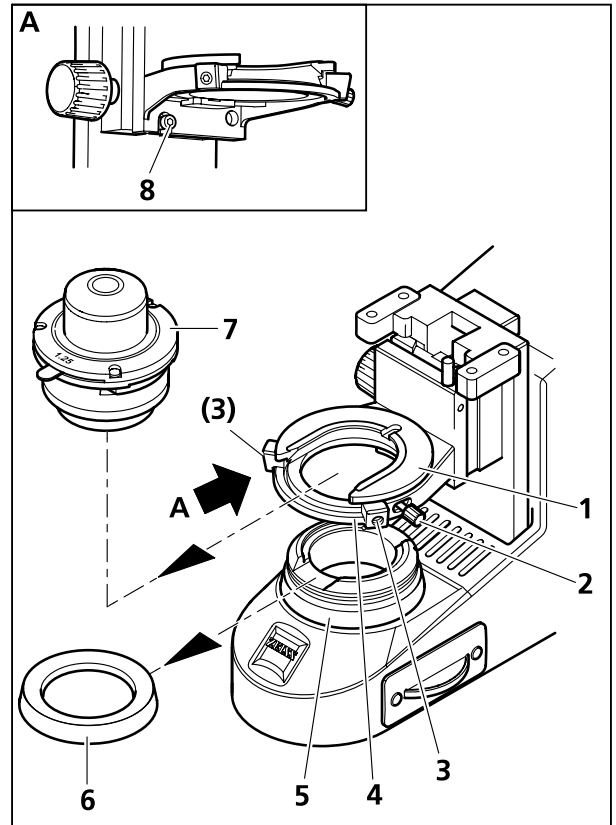
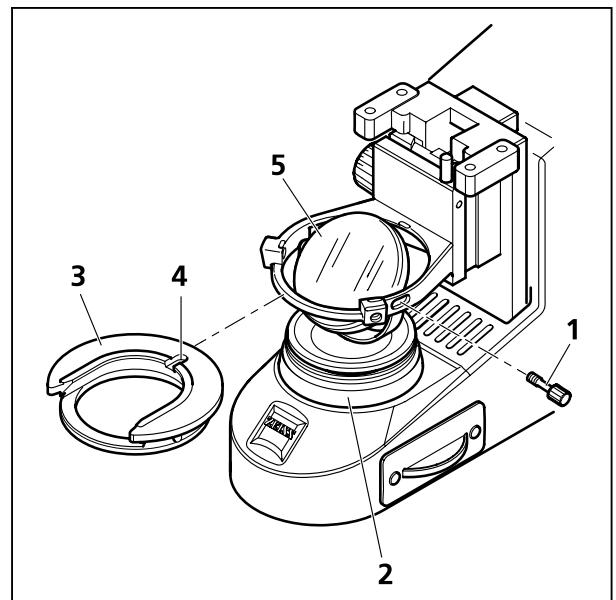

Bild 30 Kondensor aus- und einbauen
Bild 31 Spiegel ein- und ausbauen
- Abdeckkappe (Bild 30/6) von der Leuchtfeldblende (Bild 30/5) abschrauben.
- Anschlagsschraube (Bild 30/8) heraus schrauben und Kondensorträger mit Rändelknopf für Höheneinstellung ganz nach unten fahren.
- Klemmschraube (Bild 30/2) des Kondensors und Justierschrauben (Bild 30/3) des Kondensorträgers (Bild 30/4) mit Innensechskant-Schlüssel soweit lösen, dass der Kondensor (Bild 30/7) nach vorn herausgezogen werden kann. Kondensor (Bild 30/7) herausnehmen.
- Klemmschraube (Bild 30/2 bzw. Bild 31/1) aus dem Kondensorträgereinsatz (Bild 30/1 bzw. Bild 31/3) heraus schrauben.
- Kondensorträgereinsatz gegen die Feder nach hinten drücken und schräg nach oben aus dem Kondensorträger (Bild 30/4) herausnehmen.
- Spiegel (Bild 31/5) von oben durch die Öffnung des Kondensorträgers in die Aufnahmebohrung der Leuchtfeldblende (Bild 31/2) einsetzen. Dabei darauf achten, dass der Spiegel waagrecht aufliegt.